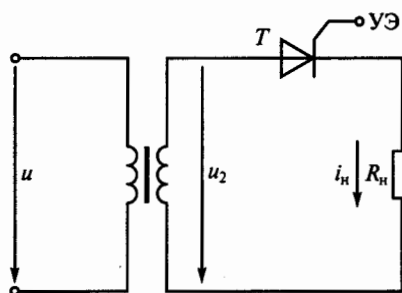

Рис. 200
**8.13.Р.** В каких пределах необходимо изменить время подачи управляющего импульса  $t_y$  на управляющий электрод (УЭ) в схеме однополупериодного выпрямителя на тиристоре  $T$  (рис. 200), чтобы ток в нагрузке изменился от максимального значения до нуля?